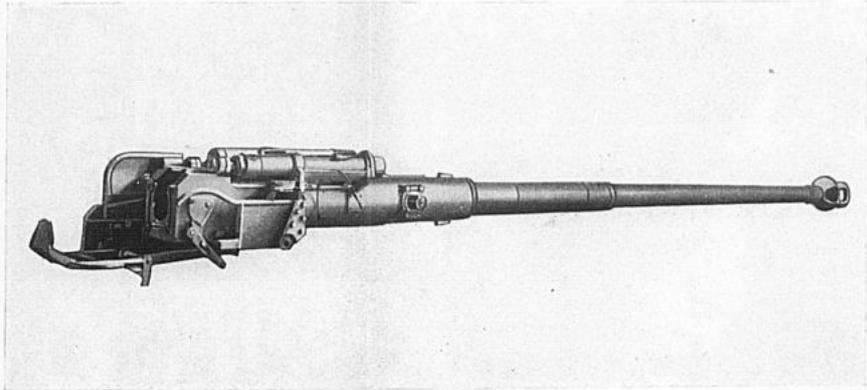

Bild 2
- Bild 2 Geschütz aus dem Fahrzeug herausgenommen, von hinten rechts